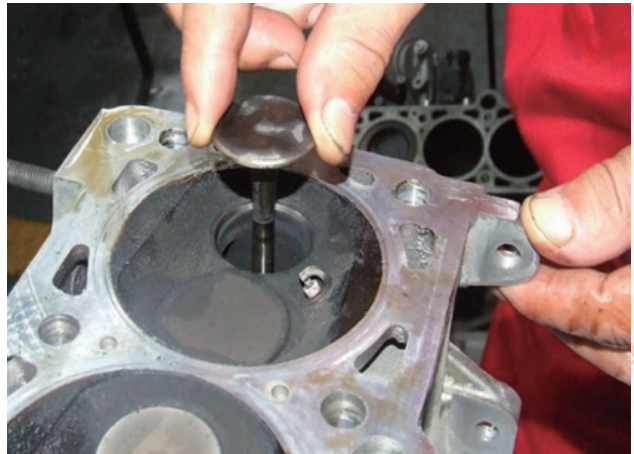

图4 经验法检查气门
(3) 经验法:将气门提起至离气缸盖平面10mm。沿发动机轴向或垂直发动机轴方向摇摆气门。根据经验来判断气门与气门导管的间隙(如图4所示)。